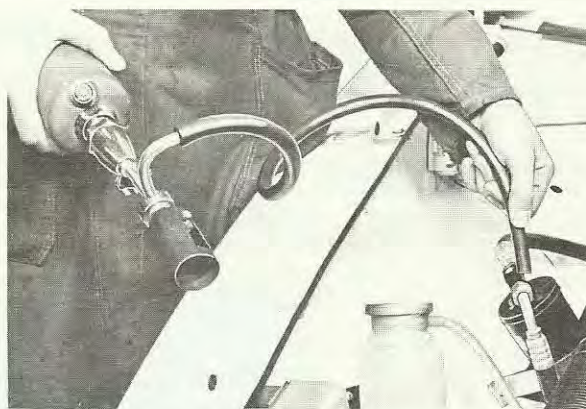

Bild 4. Läckagetest
4. Tänd läckdetectorn och kontrollera hela anläggningen vid samtliga förskruvningar, genom att hålla änden av slangen intill förskruvningarna (bild 4). Om en läcka finns färgas lågan blågrön.
4. Tänd läckdetectorn och kontrollera hela anläggningen vid samtliga förskrivningar, genom att hålla änden av slangen intill förskrivningarna (bild 4). Om en läcka finns färgas lågan blågrön.